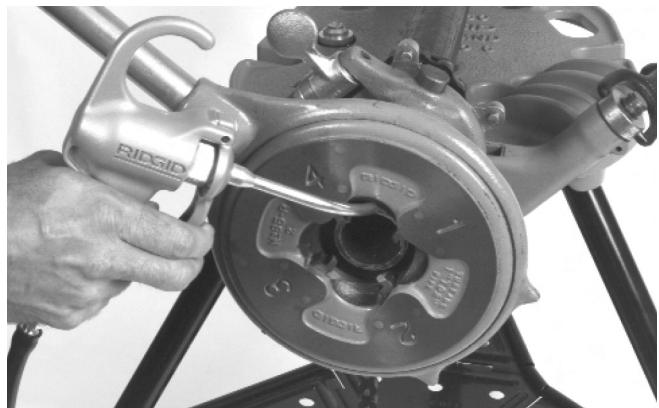

Figure 6 – Application de l'huile de coupe
10. Appliquez de l'huile de coupe RIDGID Thread Cutting Oil copieusement lors du filetage (*Figure 6*). L'utilisation d'une huile de lubrification ou d'une huile de coupe de qualité inférieure risque non seulement de produire des filetages de mauvaise qualité et des fuites, mais aussi de provoquer l'usure prématurée des filières et demander des efforts de pompage excessifs.